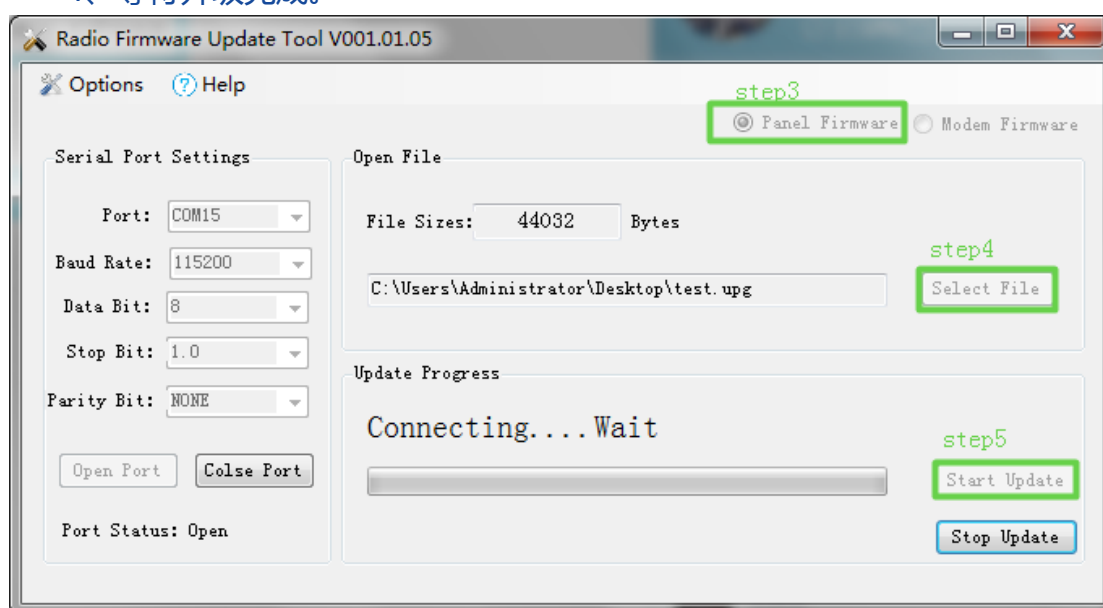

图 21 外置电台固件升级软件升级
- 2、打开电脑上的外置电台的升级工具，选择好对应的串口，如图 21 所示。